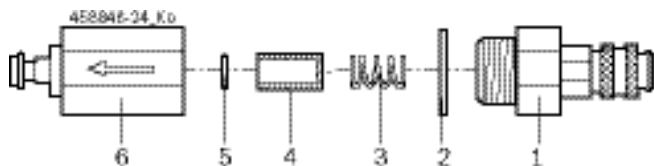

Fig. 22: Замена фильтрующего картриджа
2. Используя два ключа, ослабьте и выкрутите резьбовые соединения (Рис. 22, Поз.s 1 и 6).
3. Извлеките уплотнитель, пружину, фильтрующий картридж и уплотнительное кольцо (Рис. 22, Поз.s 2, 3, 4, 5).